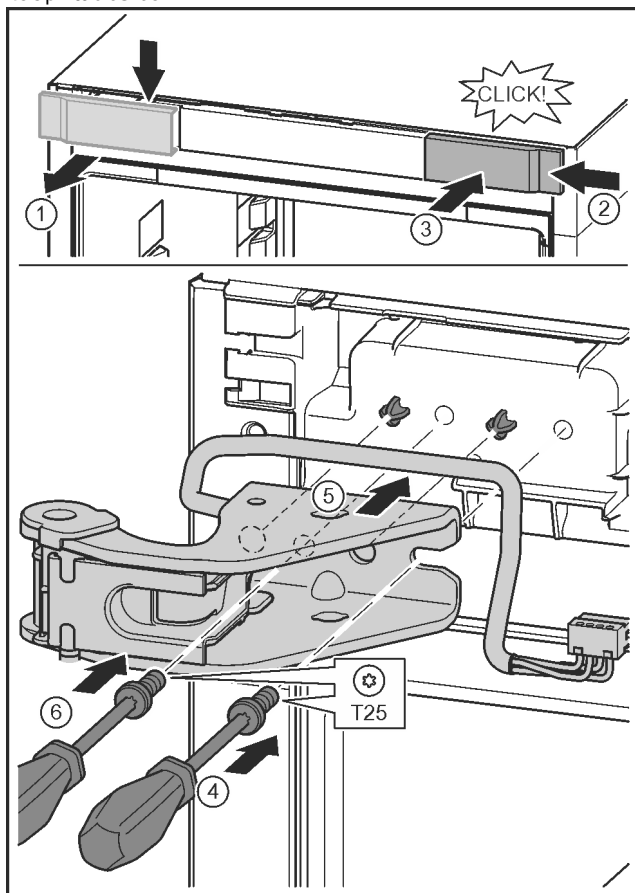

Fig. 28
- ▶ Αποσυνδέστε το κάλυμμα και αφαιρέστε το προς το πλάι. Fig. 28 (1)
- ▶ Αναρτήστε το κάλυμμα περιστρέφοντας το κατά 180° στην άλλη πλευρά από δεξιά. Fig. 28 (2)
- ▶ Κουμπώστε το κάλυμμα. Fig. 28 (3)
- ▶ Τοποθετήστε τη βίδα με κατσαβίδι T25. Fig. 28 (4)
- ▶ Τοποθετήστε το επάνω στηρίγμα. Fig. 28 (5)
- ▶ Σφίξτε τη βίδα. Fig. 28 (4)
- ▶ Τοποθετήστε τη βίδα με κατσαβίδι T25 και σφίξτε τη. Fig. 28 (6)